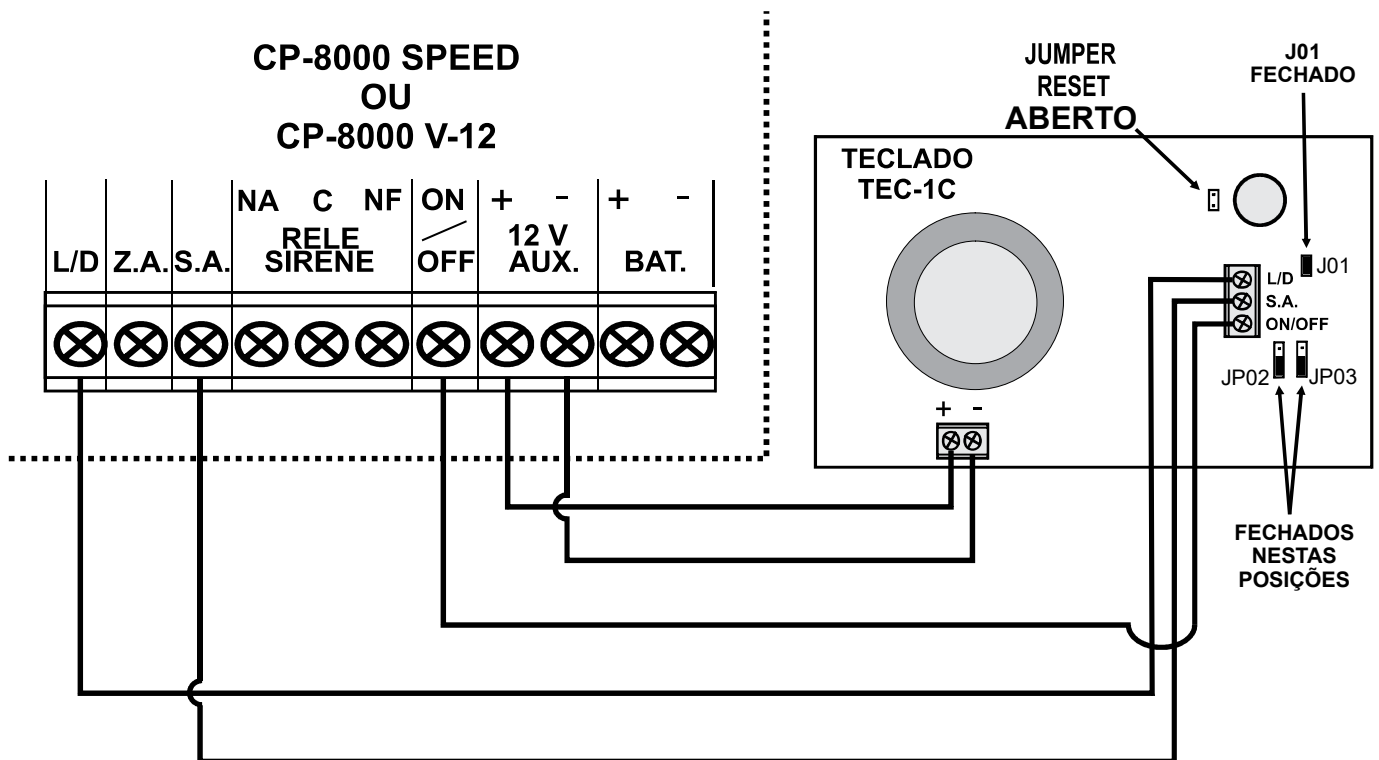

FIGURA 2
B.2 - Efetue inicialmente a ligação da fiação de comando, ou seja, interligue os bornes L/D, S.A. e ON/OFF do teclado com os respectivos bornes do eletrificador, conforme exemplificado na figura 2.
B.3 - Efetue a interligação da fiação de alimentação do teclado com os bornes + e - AUX. do eletrificador, conforme exemplificado na figura 2.
B.4 - No teclado, feche os jumpers J01, JP02 e JP03 nas posições indicadas na figura 2.
- 3º) Feche (coloque o *Jumper*) os pinos RESET, conforme exemplificado na figura 2.